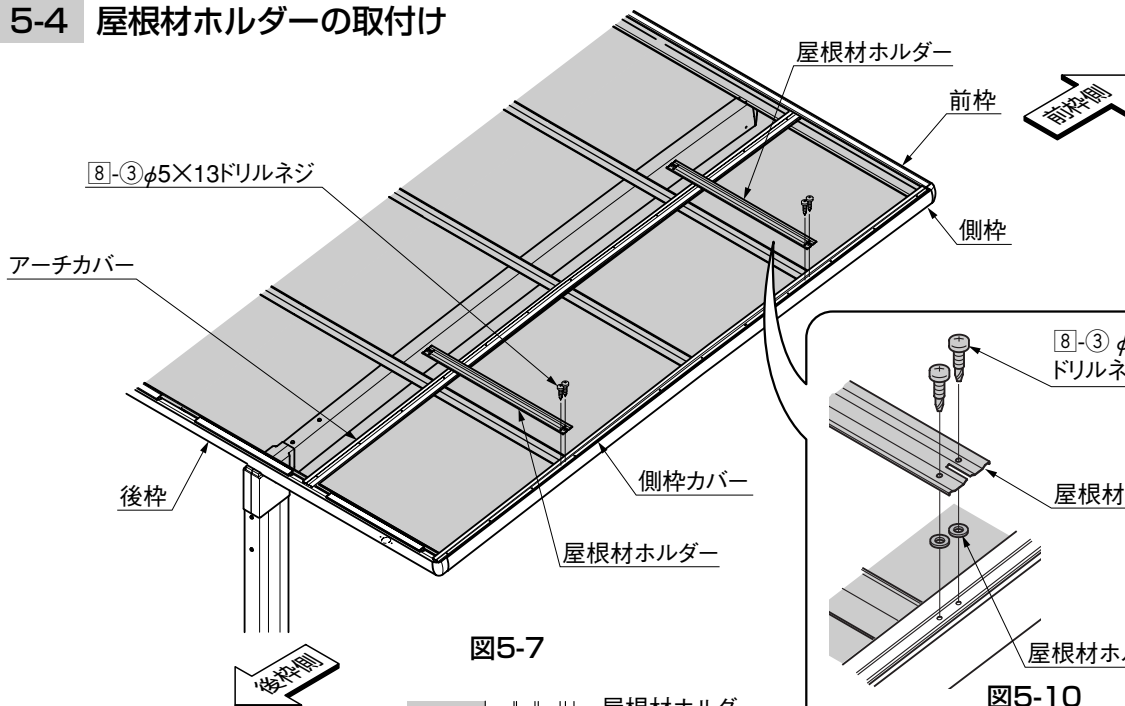

図5-7
- ① 屋根材ホルダーの裏側に屋根材ホルダースパースーを貼付けて、後枠側・前枠側から数えて、それぞれ1本目の母屋の真上の位置に[8]-③で取付けてください。(図5-7参照)